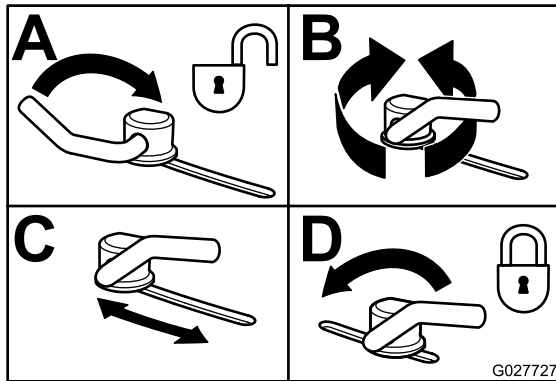

Figura 36
3. Per regolare i blocchi delle camme alzate la leva e allentate i blocchi (Figura 36).
5. Spostate la leva sopra per serrare il deflettore e i blocchi delle camme (Figura 36).